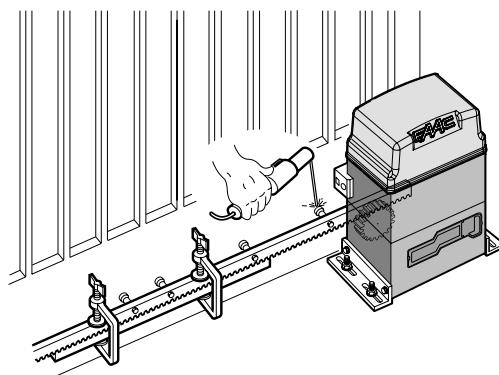

Fig. 16
- 5) Plaats een ander tandheugelement tegen het vorige en gebruik, om de vertanding van de twee elementen in fase te brengen, een stuk tandheugel zoals aangegeven op fig.16.
- 4) Plaats een ander tandheugelement tegen het vorige en gebruik, om de vertanding van de twee elementen in fase te brengen, een stuk tandheugel zoals aangegeven op fig. 16.